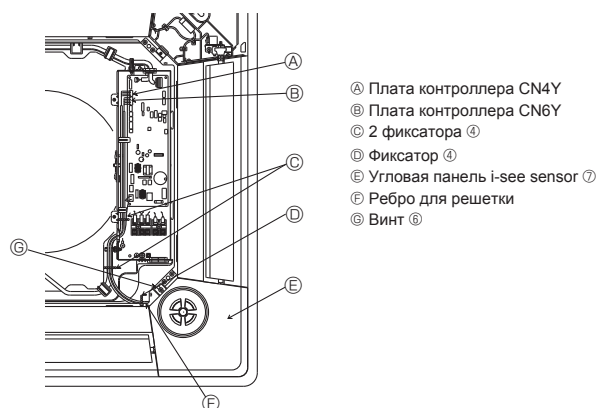

Fig. 5-10
① Трубы хладагента главного прибора
② Дренажные трубы главного прибора
③ Положение угловой панели при поставке с завода-изготовителя (с прикрепленным логотипом).
④ Положение рычагов на воздухозаборной решетке при поставке с завода-изготовителя.
⑤ i-see sensor (Только на панели PLP-6BAE)
5.6. Установка угловой панели i-see sensor (Fig. 5-10)